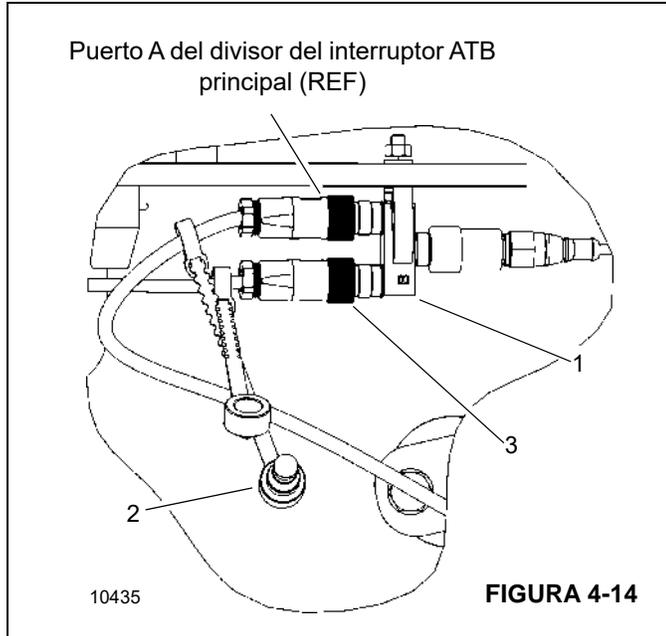

FIGURA 4-14
3. Retire la resistencia del puerto B del divisor (1, Figura 4-14). Guarde la resistencia en la tapa (2).
4. Conecte el conector de datos ATB de la punta de la pluma auxiliar (3) al puerto B del divisor (1).
3. Desconecte el conector de datos ATB de la punta de la pluma auxiliar (3, Figura 4-14) del puerto B del divisor (1).